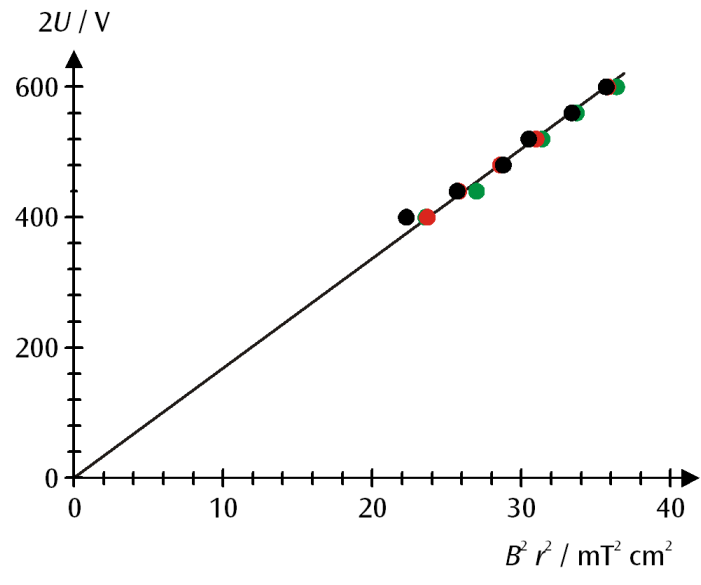

Fig. 3  $r^2 B^2$ - $2U$ -Diagramm der Messwerte (schwarz:  $r = 5 \text{ cm}$ , rot:  $r = 4 \text{ cm}$ , grün:  $r = 3 \text{ cm}$ )
- Zur weiteren Auswertung die Messwerte in einem  $r^2 B^2 - 2U$ -Diagramm auftragen (siehe Fig. 3).